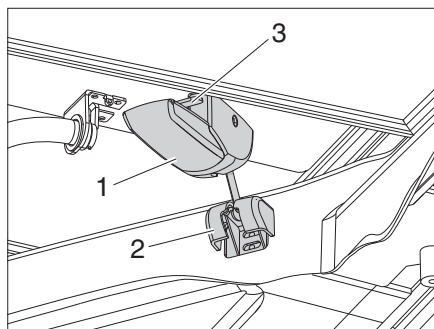

Figure 44 Desserrer les verrouillages
- Appuyer sur le levier de sécurité (Figure 44,3) vers le haut et tirer simultanément sur le dispositif de verrouillage (Figure 44,1) à gauche et à droite vers le bas.
- Retirer le boulon (Figure 44,2) du support.